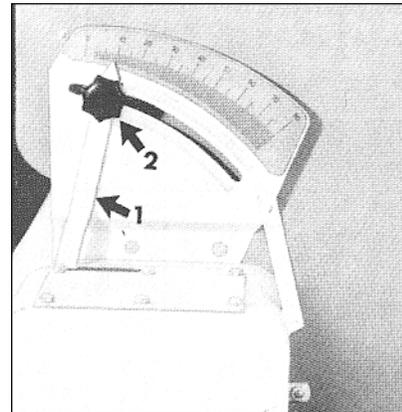

Fig.38
3. **Quantità di concime (Fig.38):** Tramite il cambio si regola la quantità di concime. La scala graduata (Fig.38) indica la gamma di regolazione da 0-80, in base alla quale si aumenta la quantità da spandere.